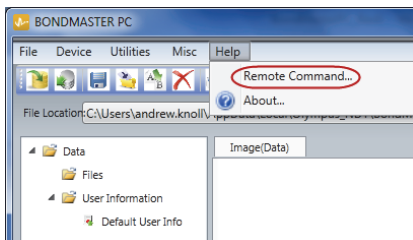

图 7-11 选择远程指令
- ◆ 在 **Help**（帮助）菜单中，选择 **Remote Command**（远程指令）（参见第 178 页的图 7-11）。